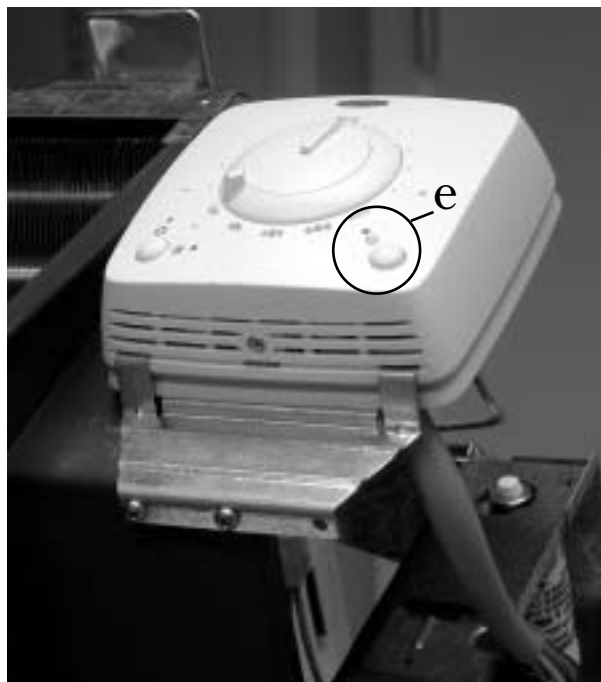

Fig. 2
5. Montera reglerenheten med medföljande montagebleck och skruvar, se fig 2. Reglerenheten ska alltid sitta på samma sida som ellådan
9. Reglerenheten har en energisparfunktion som aktiveras med knappen märkt "e", fig. 2. Funktionen ska **ej** aktiveras. Kontrollera att den gula lysdioden **ej** lyser.